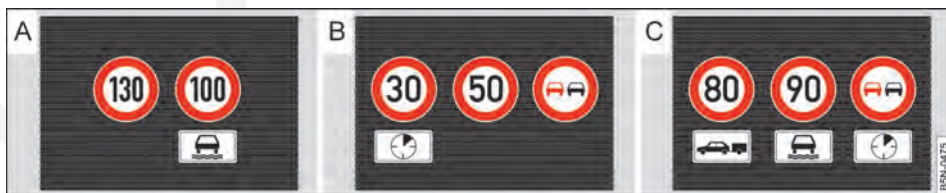

Fig. 242 No display do instrumento combinado: exemplos de limites de velocidade e proibição de ultrapassagem com placas adicionais associadas.
As sinalizações de trânsito capturadas pelo sistema de reconhecimento da sinalização de trânsito são exibidas no display do instrumento combinado → Fig. 242 e, dependendo do sistema de na-
da sinalização de trânsito apresenta até três sinalizações de trânsito válidas → Fig. 242 [B] com as respectivas placas adicionais:
1.º lugar: A sinalização de trânsito atualmente válida para o condutor é exibida no display à esquerda, por exemplo, um requisito de velocidade **130 km/h (100 mph)** → Fig. 242 [A].
3.º lugar: Uma outra sinalização de trânsito válida somente em determinadas condições é exibida em terceiro lugar, por exemplo, "proibição temporária de ultrapassagem" → Fig. 242 [C].